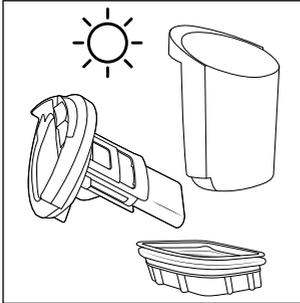

Fig. 27
- ◆ Lad snavsfilteret **10**, beholderen til snavsset vand **2** og låget til beholderen til snavsset vand **9** tørre helt (se fig. 27).